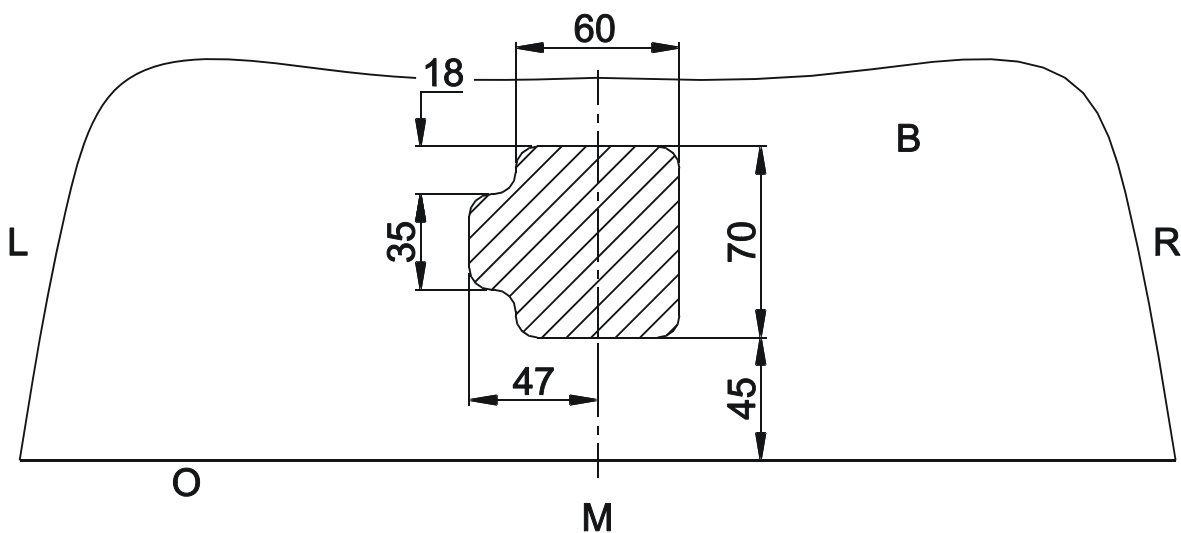

Fig. 1
2. Installer l'attelage avec (A) et (E) sur les forage prévus au côté des poutres de châssis. Insérer les boulons aux points (A) et installer la contra plaque contre l'extérieur des poutres de châssis, insérer les écrous et les rondelles de sécurité sans serrer.
3. Installer les pièces de montage (2) à gauche et (3) à droite sur les forages filetés prévus dans le côté inférieur du châssis, (B) et (F) s'adaptent à l'attelage, insérer les boulons et les rondelles et bien visser le tout (cf. couples de serrage).
5. Faire une découpe dans le pare-chocs selon figure 1 ci-jointe, monter le système escamotable T30 sur l'attelage et bien visser le tout (cfr. couples de serrage). Monter le porteur bloc multiprise sur le support prévu sur la traverse de l'attelage, réinstaller la roue de secours.
2. Install the tow bar with (A) and (E) on the provided drillings in the side of the chassis beams. Insert the bolts at (A) and install the plate (1) on the exterior side of the chassis beams, insert the nuts and the washers without tightening.
3. Install the assembly pieces (2) at the left and (3) at the right on the provided screw-thread holes in the bottom of the chassis, (B) et (F) fit with the tow bar, insert the bolts and the washers and do tighten everything firmly (see tension).
5. Make an incision in the bottom of the bumper according to figure 1 and assemble the escamotable system T30 on the tow bar and do tighten everything firmly (see tension). Assemble the socket plate holder on the provided support on the cross-beam of the tow bar and re-install the spare wheel.